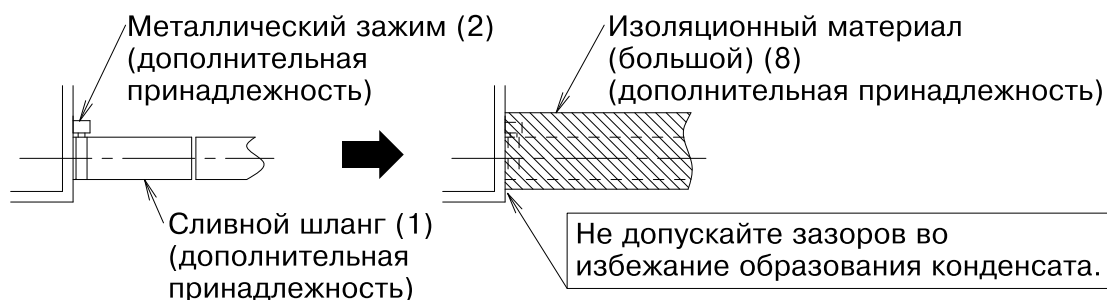

Рис. 25
(См. рис. 25 и 26)
- При выполнении изоляции наматывайте имеющийся в комплекте изоляционный материал (большой) (8) от металлического зажима (2) и сливного шланга (1) в направлении, указанном стрелкой. (См. рис. 25 и 26)